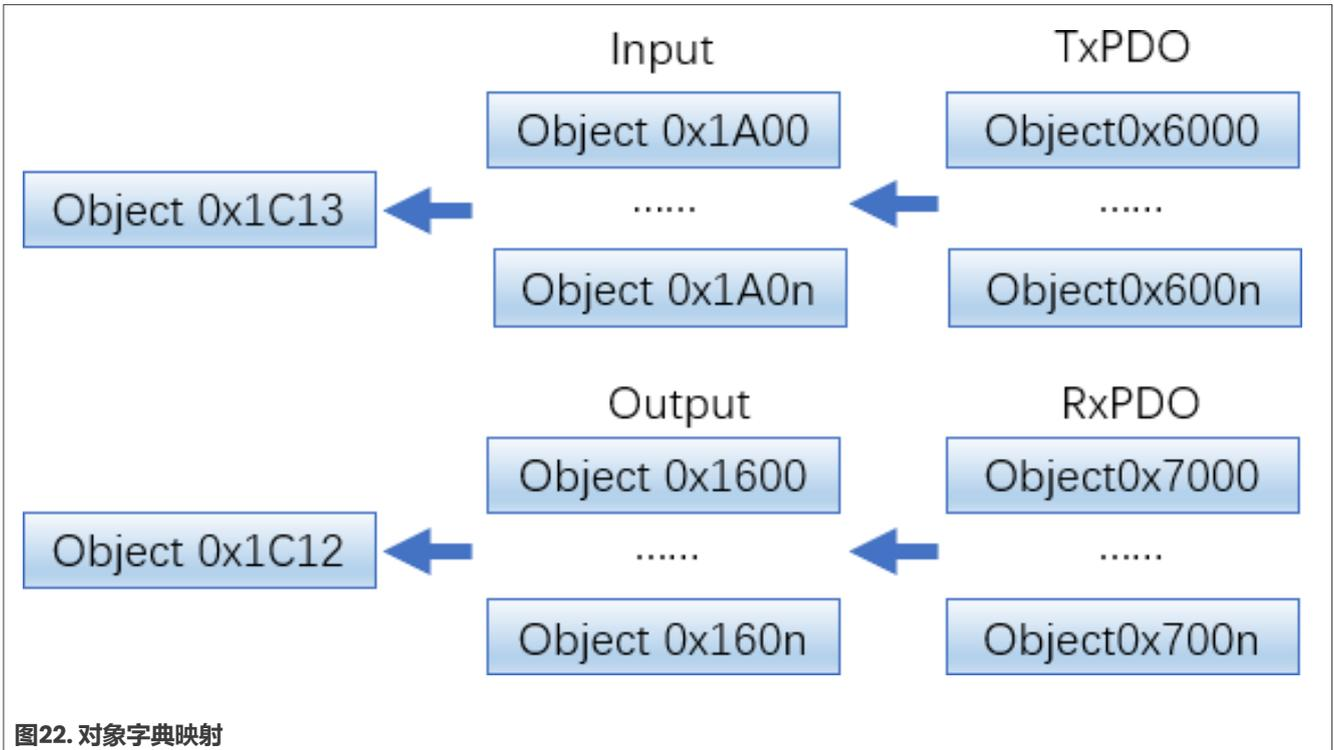

图22. 对象字典映射
- 对象字典的映射如图22所示。其中，对象0x1C13决定采用对象0x1A0n，而对象0x1A0n决定采用对象0x600n。